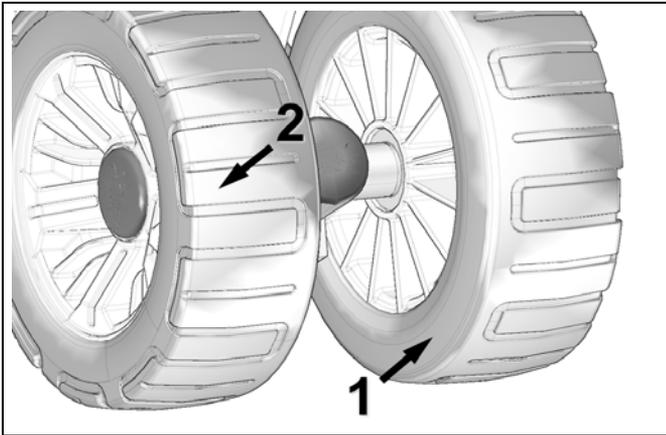

Abbildung 48
Überprüfen Sie den Abnutzungsgrad der Urethan-Reifen, besonders an der inneren Führungsleiste (1) und zwischen den Reifenprofilen (2). Das Rad muss ausgewechselt werden, wenn die Innenseite abgenutzt oder der Reifen zwischen den Reifenprofilen gerissen ist. Ein Rad, das übermäßig abgenutzt ist, bietet keine ausreichende Stützfunktion für die Führung der Raupenkette. Siehe Abbildung 48.